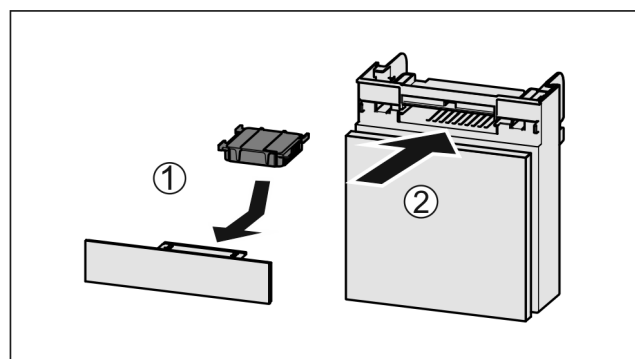

Fig. 158
- ▶ Поставете Fig. 158 (1) филтъра с активен въглен, както е показано на фигурата.
- ▶ Вкарайте Fig. 158 (2) отделението.